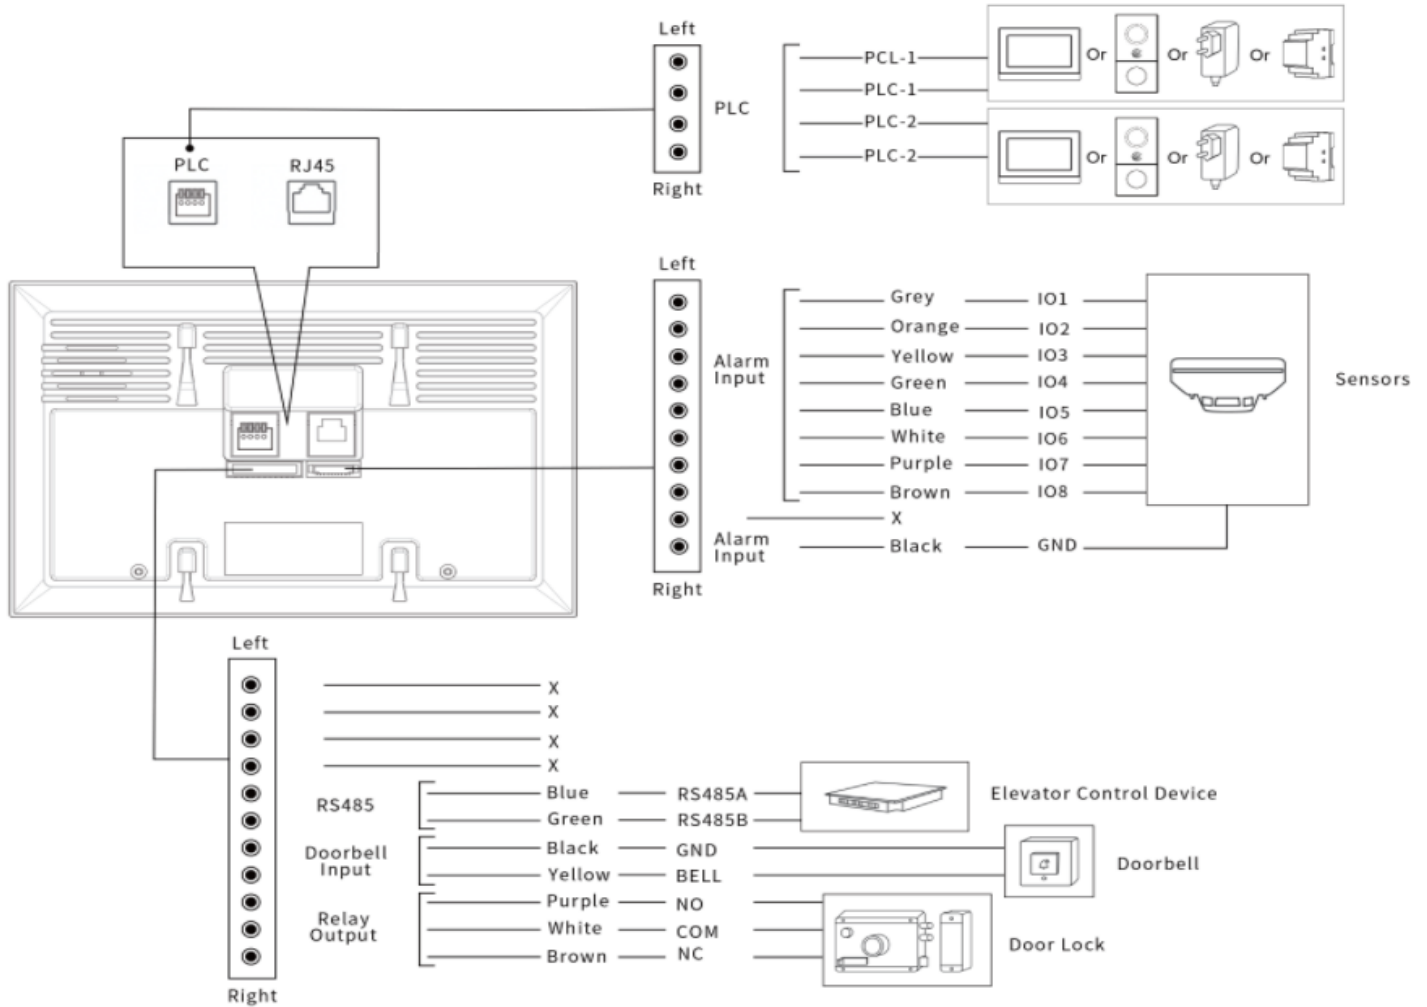

Figura 5: Monitor de interior MyBell de 2 fios - cablagem
7. Ligar os fios de acordo com a Figura 5.